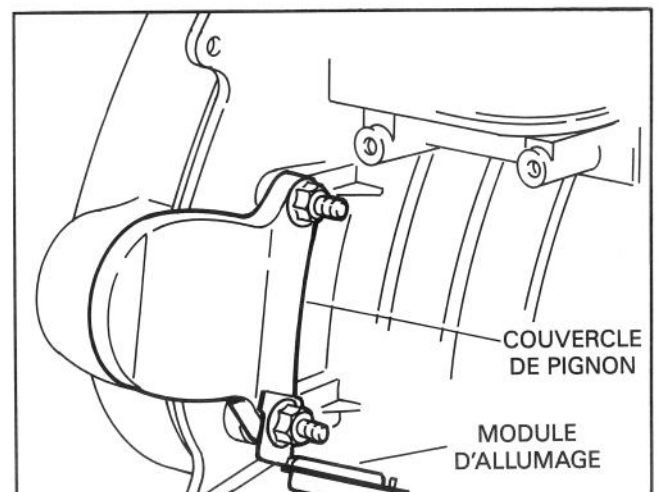

Figure 3
3. S'il s'agit d'un modèle sans pièce de moulage à l'endroit de montage du démarreur, retirez directement les deux écrous à embase M8 fixant le couvercle de pignon au moteur et retirez le couvercle (fig. 3).
4. Retirez du moteur le support du module d'allumage et jetez les attaches. Démontez le module du support, mettez le module de côté et jetez le support (fig. 3).